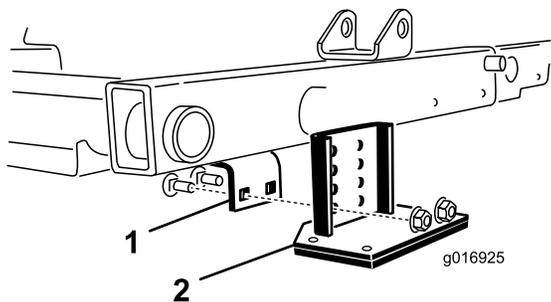

Рисунок 40
2. Найдите кронштейн рамы над центральным режущим блоком (Рисунок 40).
и обеспечивают такой же контакт валика при установленном кронштейне опрокидывателя (Рисунок 40).
4. Опустите режущие блоки и установите кронштейн опрокидывателя на раму с помощью 2 каретных болтов и 2 гаек, поставляемых вместе с комплектом (Рисунок 40).